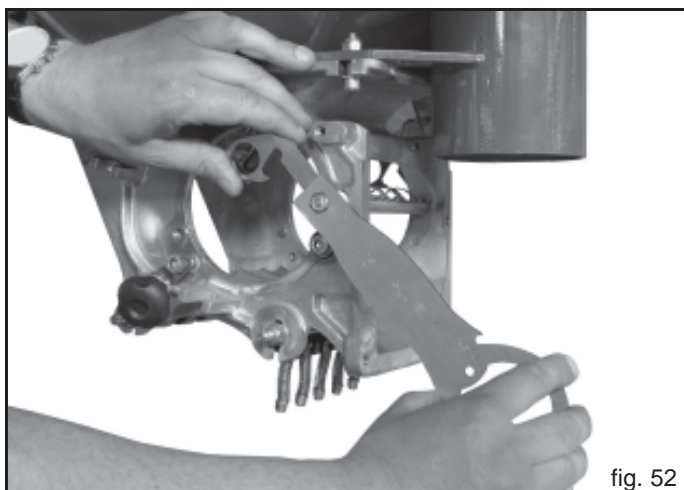

fig. 52
- 3) Stopmuttern M8 beidseitig mit dem beiliegenden Universalschluessel soweit loesen, das die Messingbuchsen aus dem Sitz gezogen werden koennen. (Fig. 52).